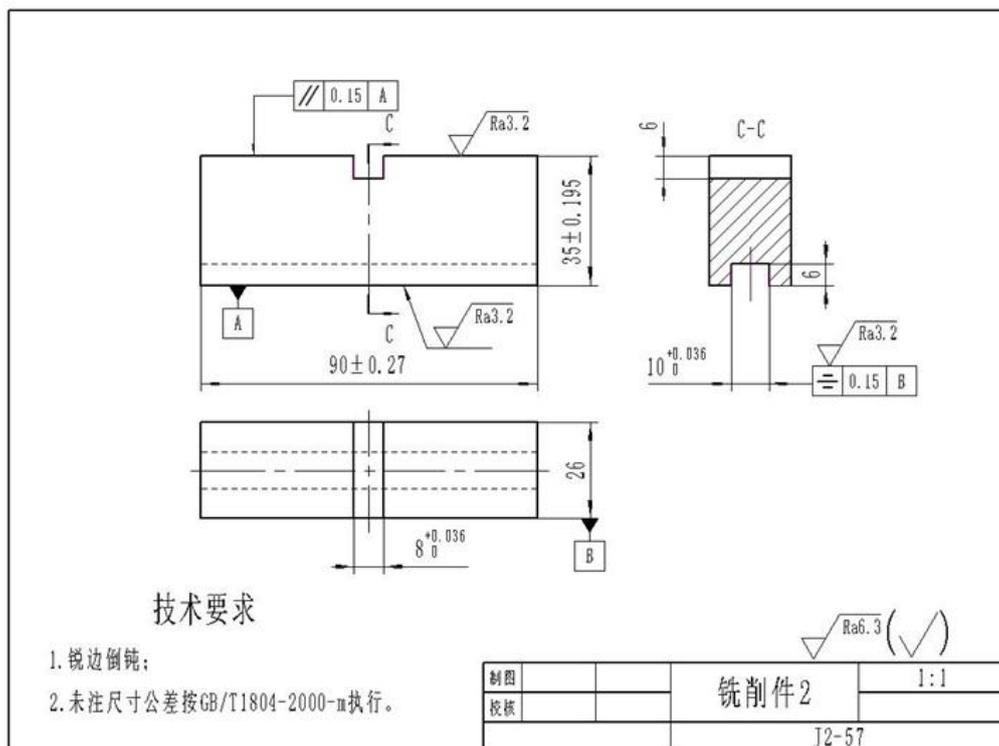

图2.57 铣削件2
(1) 任务描述：试在X5032铣床上加工如图 2.57 工件，所提供的工件毛坯规格：长、宽、高为  $95\text{mm} \times 40\text{mm} \times 30\text{mm}$ ，材料：45钢。根据使用要求，需要将毛坯铣削成  $90\text{mm} \times 35\text{mm} \times 26\text{mm}$  长方体，保证两个  $90\text{mm} \times 26\text{mm}$  表面结  $Ra3.2 \mu\text{m}$  且平行度要求为  $0.15\text{mm}$ ，其余表面结构  $Ra6.3 \mu\text{m}$ ；在此基础上，在图示位置还需加工宽度为  $8\text{mm}$  和  $10\text{mm}$  通槽；最终结构要素的加工形状、公差要求以及表面质量等以图纸标注为准。